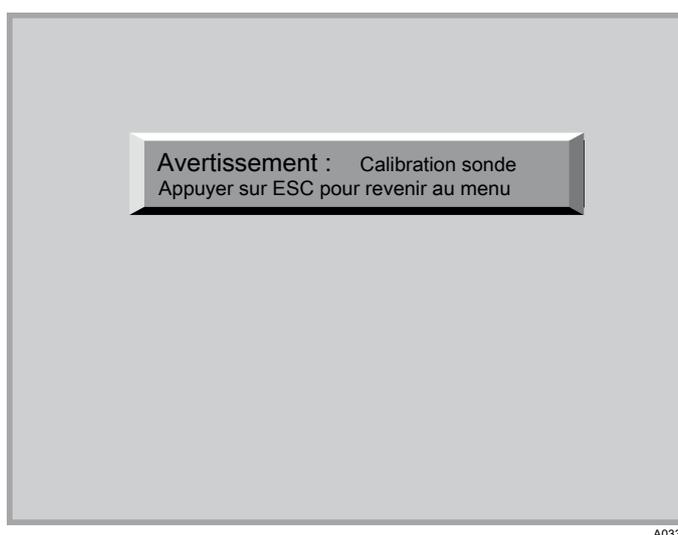

Fig. 14: Appuyer sur la touche ESC
3. ➔ À présent, effectuer une nouvelle calibration de la grandeur de mesure « Chlore libre », voir Voir la Fig. 14
3. ➤ À présent, effectuer une nouvelle calibration de la grandeur de mesure « Chlore libre », voir Voir la Fig. 14